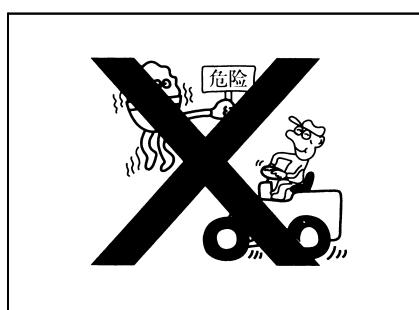

Рис. 1-42
- Нагрузочное количество груза должно быть не более номинальной способности. Убедиться в том, что нагрузка погрузчика находится в допустимом пределе, чтобы не создалась перегрузка. Сибирское машиностроительное и научно –техническое ООО XCMG не отвечает за повреждение погрузчика и людей, вызванное перегрузкой(рис. 1-42) .